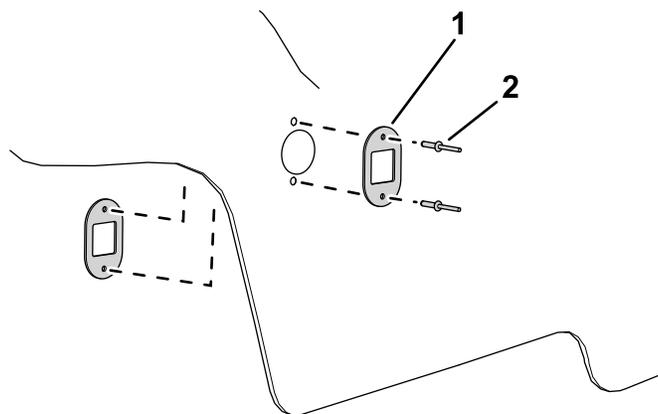

Figure 4
5. Utilisez 2 rivets (1/2") pour fixer les plaques de verrouillage sur le capot (Figure 4).